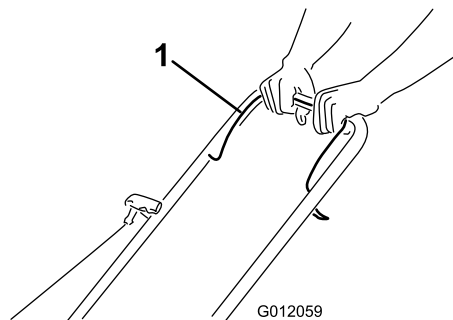

Рисунок 10
1. Удерживайте штангу управления ножом (Рисунок 10) прижатой к рукоятке.